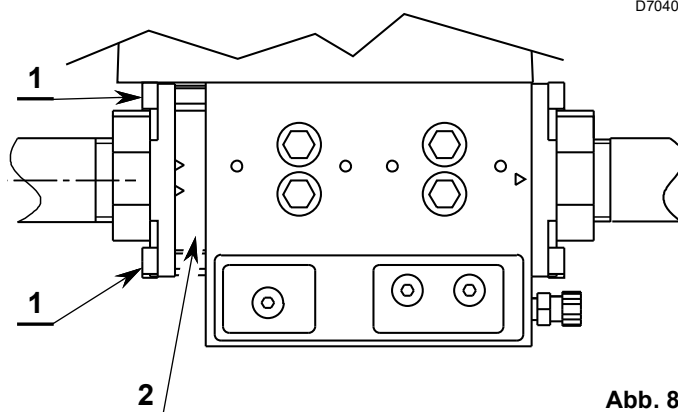

Abb. 8
- Die Dichtheit des Flansches kontrollieren (Abb. 8).